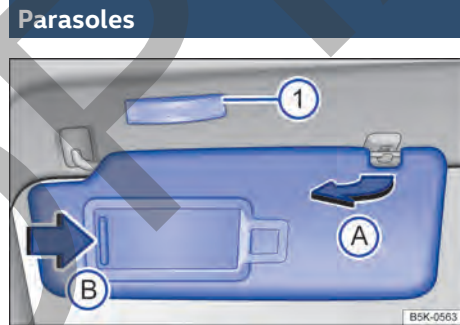

Fig. 94 En el revestimiento interior de la parte delantera del techo: parasol.
- Se pueden extraer del soporte y girar hacia las puertas → fig. 94 **A**.
En la parte posterior del parasol hay un espejo de cortesía provisto de una tapa. Al desplazar la tapa → fig. 94 **B**, se enciende una luz → fig. 94 **1**.